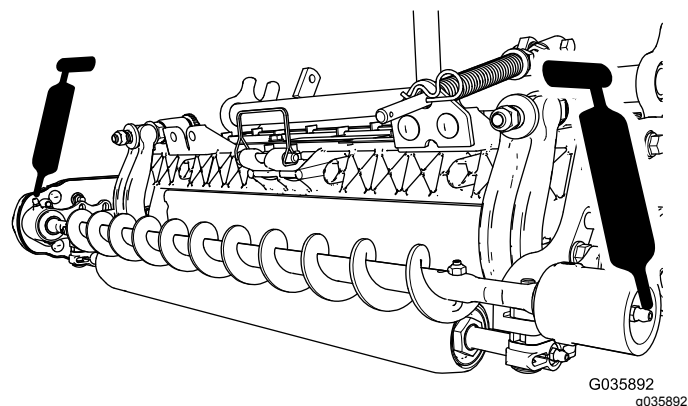

Figura 17
4. Lubrique los engrasadores de cada uno de los alojamientos de cojinete del cepillo del rodillo con grasa de litio N° 2 (Figura 17).